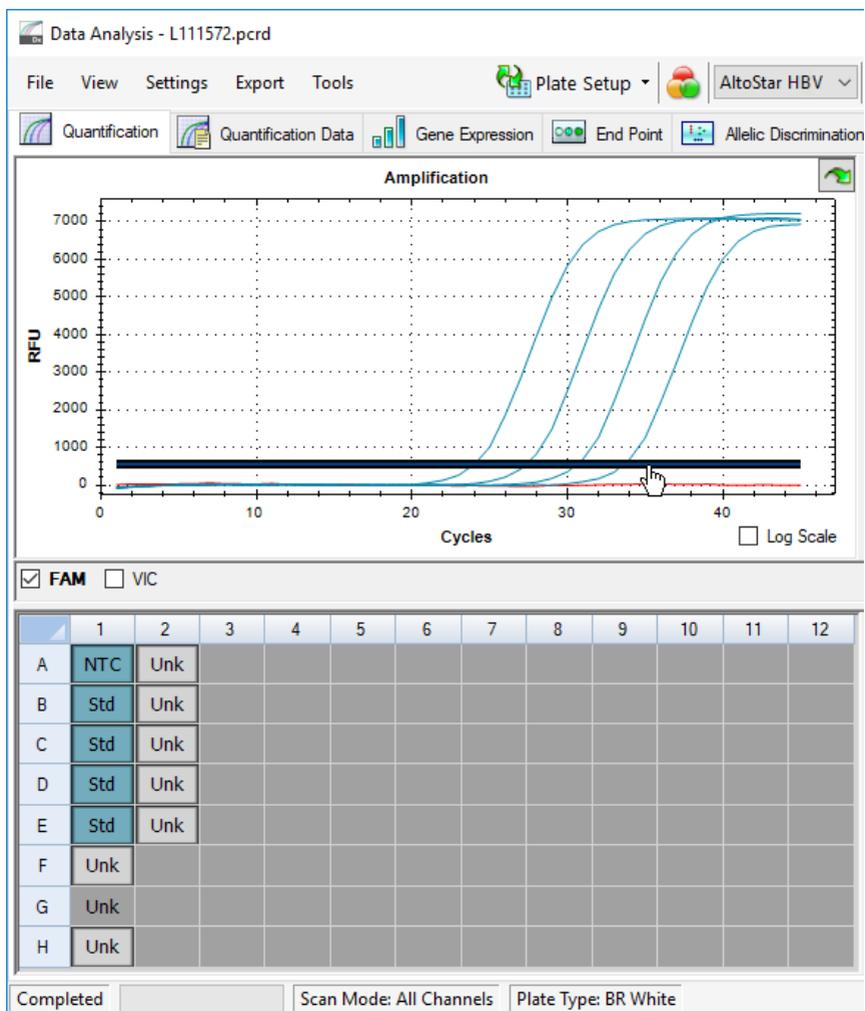

Abb. 10: Fenster Data Analysis (Datenanalyse): Festlegen des FAM™ Schwellenwerts
5. Entfernen Sie links im Fenster Data Analysis (Datenanalyse) das Häkchen aus dem Kontrollkästchen neben **VIC** und setzen Sie das Häkchen im Kontrollkästchen neben **FAM** für den Detektionskanal der HBV-Zielsequenz (siehe Abbildung 10).
- Wählen Sie nur die Wells mit der NTC und den QS in der Platten-Ansicht des Fensters Data Analysis (Datenanalyse) aus (siehe Abbildung 10).
- Ziehen Sie den Schwellenwert deutlich über das Signal der NTC hinaus in den exponentiellen Bereich der Signale der QS (siehe Abbildung 10).